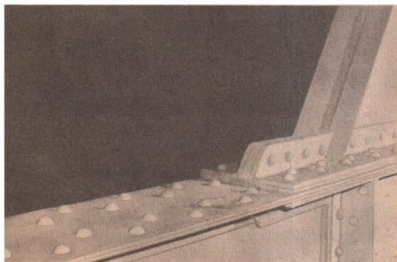

Bild 12/2 Verbinden durch Nieten
- Die Teile einer Brücke sind durch Nieten verbunden (Bild 12/2).